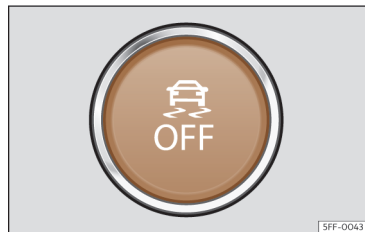

Fig. 123 Na parte inferior da consola central: botão para ligar/desligar o ESC.
- O ESC no modo “Sport” pode desligar-se e ligar-se através de uma pressão curta no botão  da consola central >>> **Fig. 123.**
- O ESC pode desligar-se e ligar-se através de uma pressão longa no botão  da consola central >>> **Fig. 123.**